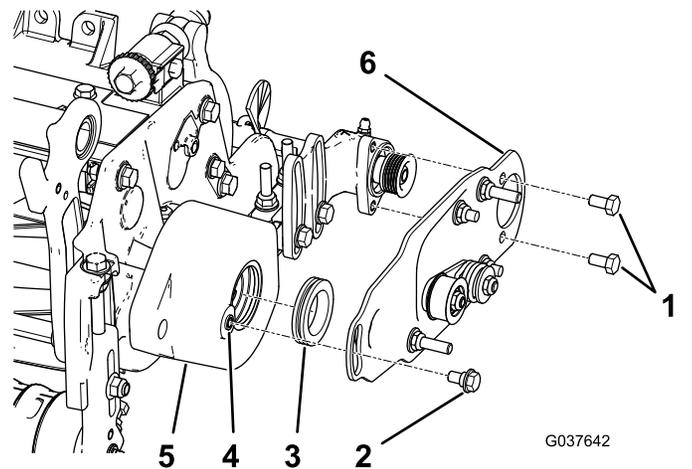

图 11
2. 在滚筒刷架中的套环内径上涂抹一层润滑脂 图 11。
3. 安装左侧或右侧滚筒刷侧板 图 11。
- 为 2 个螺栓 5/16 x 1/2 英寸涂抹防松螺纹油并用这两个螺栓将滚筒刷侧板安装到滚筒刷轴承座上 图 11。
- 用 5/16-18 水龙头清除滚筒刷架中螺纹上的油漆然后再拧入轴肩螺栓 图 11。
- 在轴肩螺栓上涂抹防松螺纹油 图 11。
- 用轴肩螺栓将滚筒刷侧板固定至滚筒刷架上 图 11。